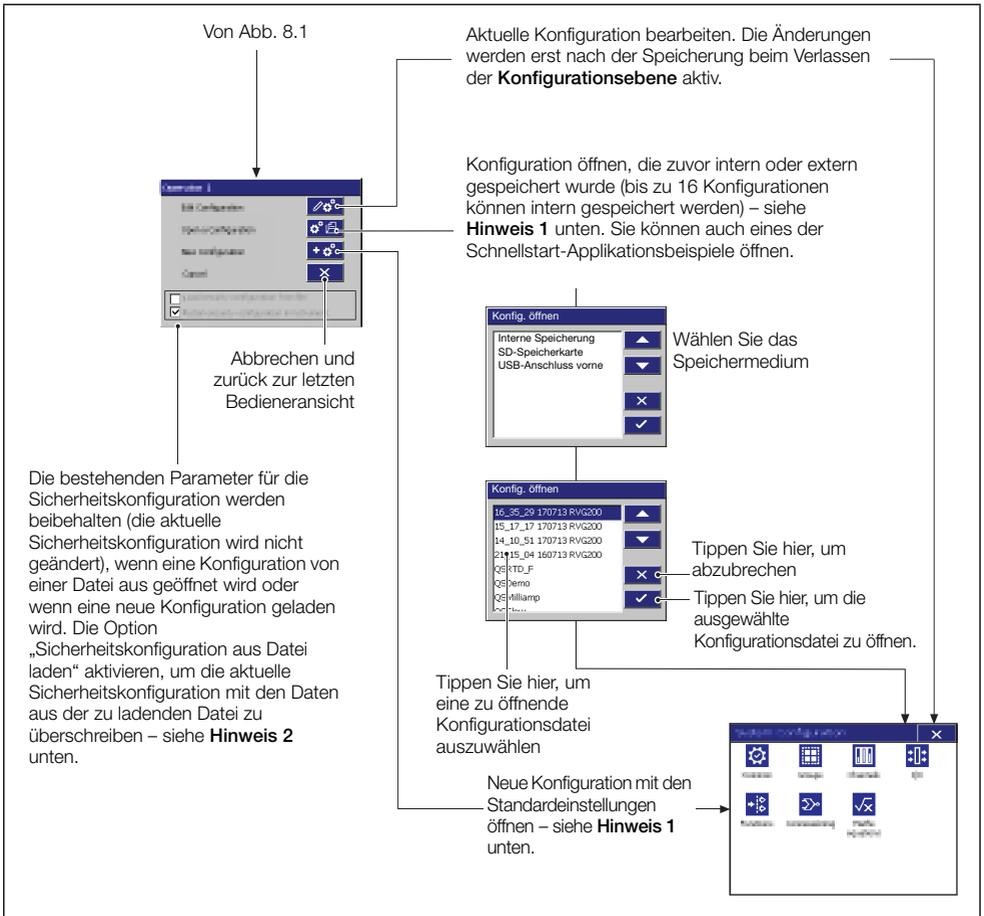

Abb. 8.2 Auf die Konfigurationsebene zugreifen (Fortsetzung)
2. Öffnen Sie die gespeicherte Konfiguration – siehe Abb. 8.2, Seite 63.